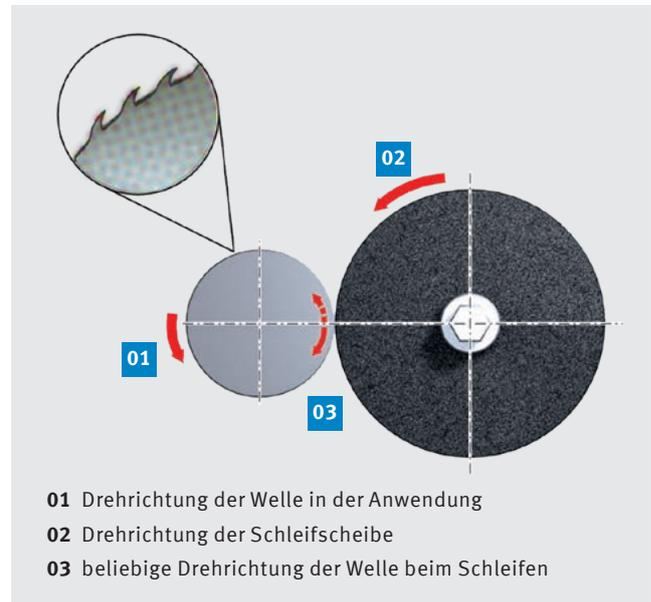

Abb. 44: Schleifen einer Gusswelle
- Sphäroguss (GGG) hat ein offenes Oberflächengefüge und ist darum auf $R_z 2$ oder besser zu schleifen. Abb. 44 zeigt den Drehsinn von Gusswellen in der Anwendung. Dieser sollte dem Drehsinn der Schleifscheibe entsprechen, da in der entgegengesetzten Drehrichtung größerer Verschleiß entsteht.